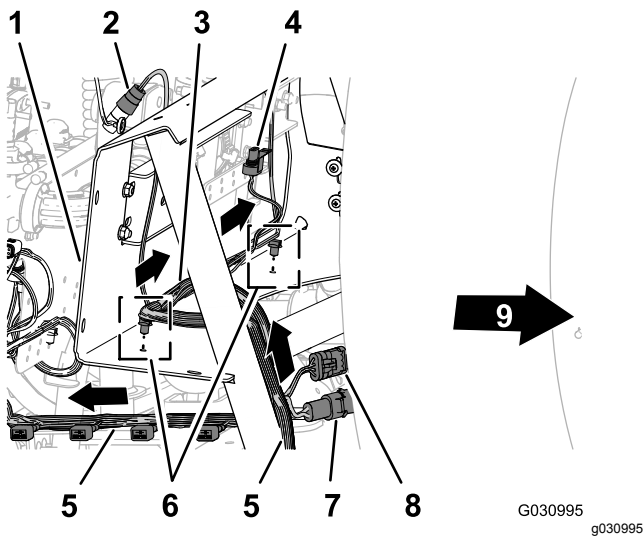

图 98
1. 如 图 98 所示沿着阀门安装架支柱的内侧放置线束的 203cm 支管后部朝向 10 阀门阀门安装架。
2. 让流量计和搅拌阀的 81cm 线束支管穿过歧管安装架前面图 98。
3. 将 81cm 线束支管的压入式紧固件插入歧管安装架下方法兰的孔中图 98。